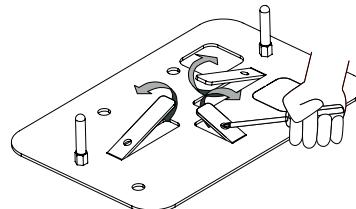

Fig. 4C
- 3) Saque las grapas de anclaje con la ayuda de un destornillador (Fig. 4C).